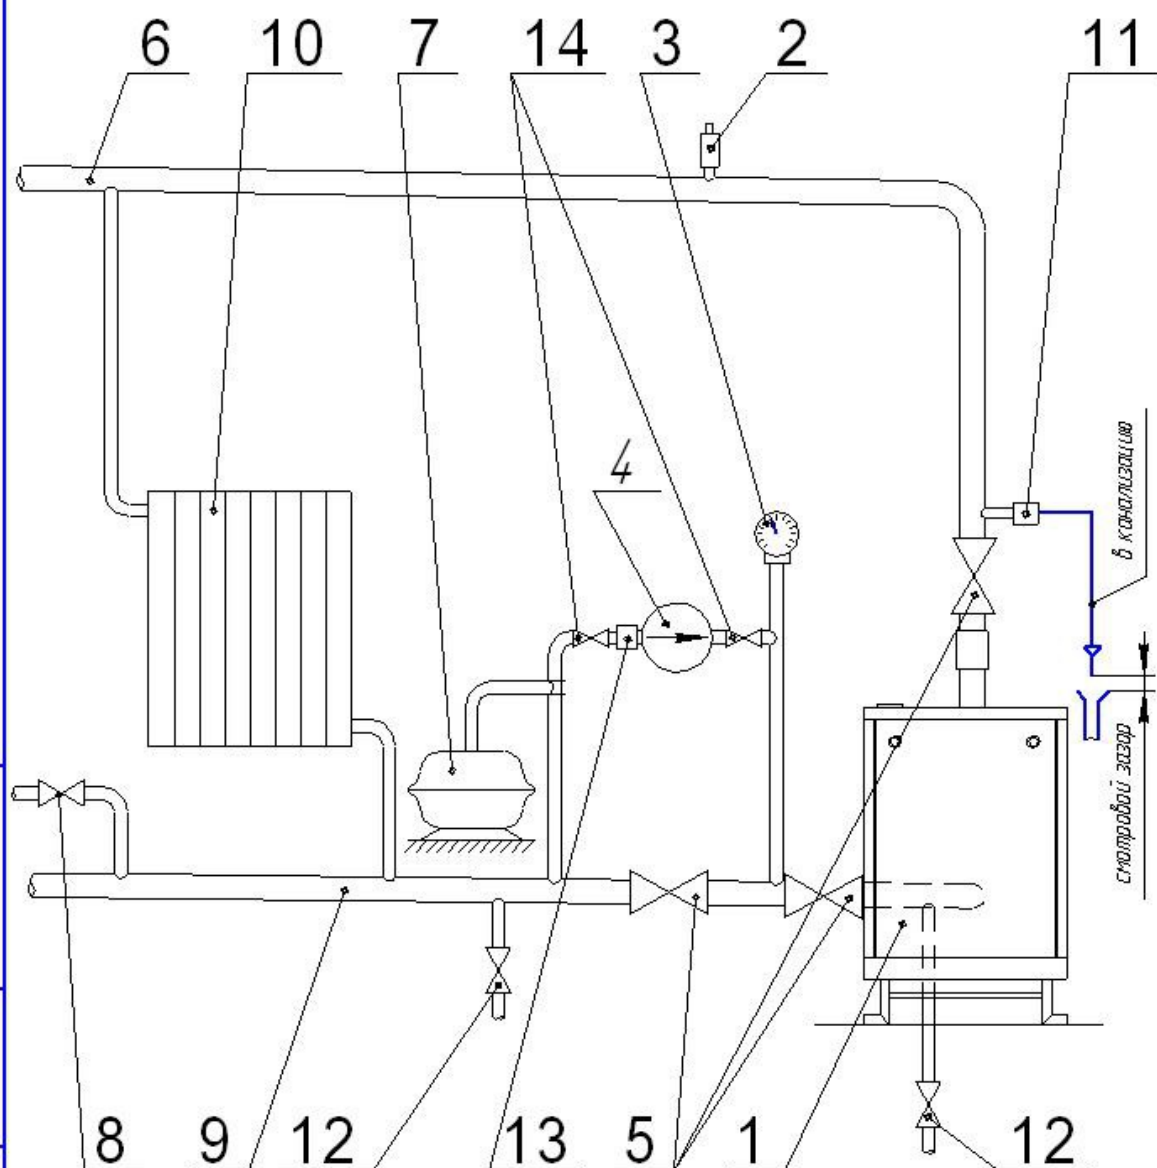

Рис. 4. Рекомендуемая схема разводки отопительной системы с принудительной циркуляцией воды.
5.3 Рекомендуемая схема системы отопления приведена на рис.4.